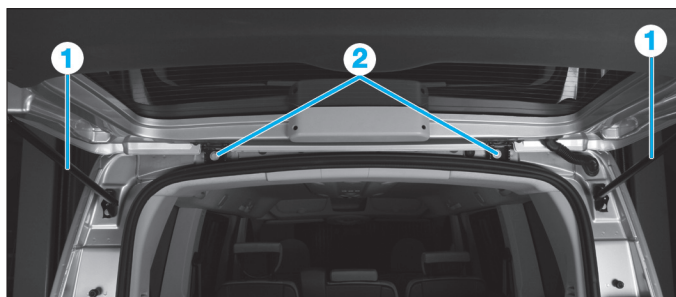

Fig. 105
- Dégrafer les vérins pneumatiques (1) (Fig.105).
- Déposer les vis (2).